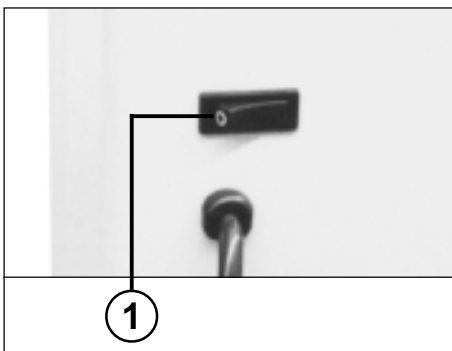

Fig. 1
Conectar el aparato mediante el interruptor basculante (1) (Fig. 1). Como indicación de la disposición de funcionamiento se enciende la lámpara del indicador de control "En disposición de funcionamiento" (5), así como la tecla roja de stop "S" (3) (Fig. 2).